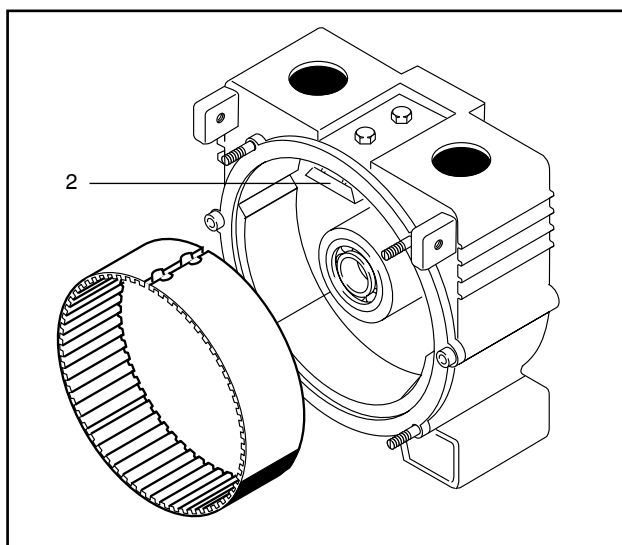

Рис. 14 1 Сепаратор
2. Вставьте новый сепаратор зубьями внутрь, в держатель сепаратора (рис. 14).